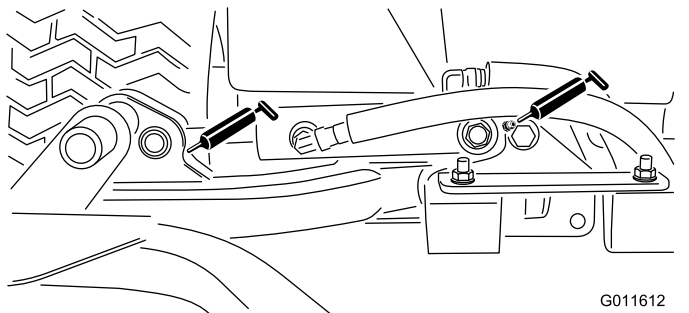

図 47
- 昇降アームのシリンダ各カuttingユニットの2ヶ所ー 図 47
- 昇降アームのピボット各アームに1ヶ所ー 図 47